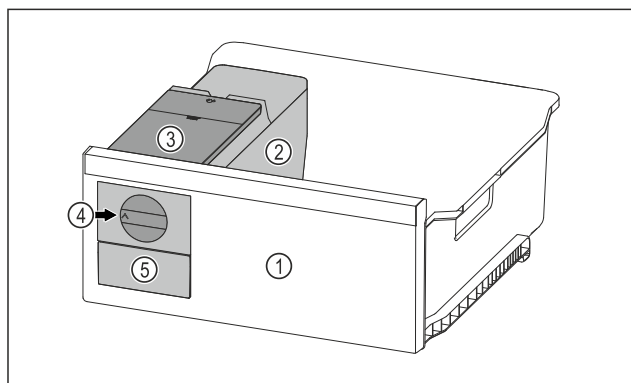

Fig. 149 Примерно изображение
- ▶ Завъртете въртящото се копче *Fig. 149 (4)* по часовниковата стрелка до упор.
- ▶ Ледените кубчета падат от формата за ледени кубчета в чекмеджето за ледени кубчета *Fig. 149 (5)*. Ако не всички ледени кубчета се освобождават от формата за ледени кубчета: